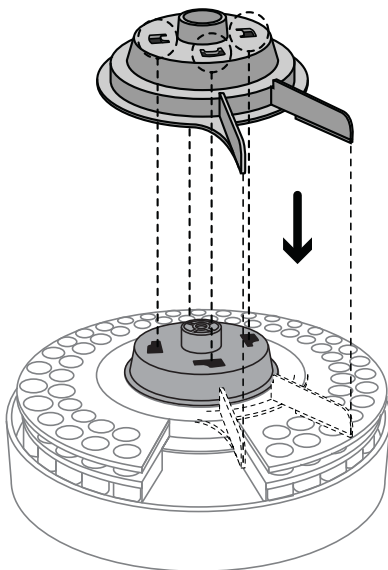

Figure 61 Placez la tourelle sur le moyeu de la tourelle.
- 4 Placez la tourelle sur le moyeu de la tourelle. Assurez-vous d'aligner les fentes du chapeau de la tourelle aux fentes du moyeu de la tourelle comme montré dans la Figure 61.